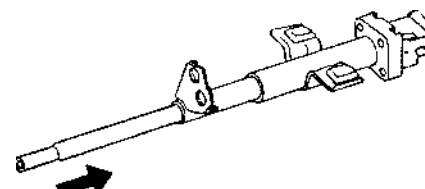

Рис. 6.42.
- вставить рулевой вал в нижнюю часть рулевой колонки до упора (рис. 6.42), а затем, вынув из замка зажигания ключ (в положении LOCK), поворачивать рулевой вал до тех пор, пока он не будет заблокирован устройством блокирования;